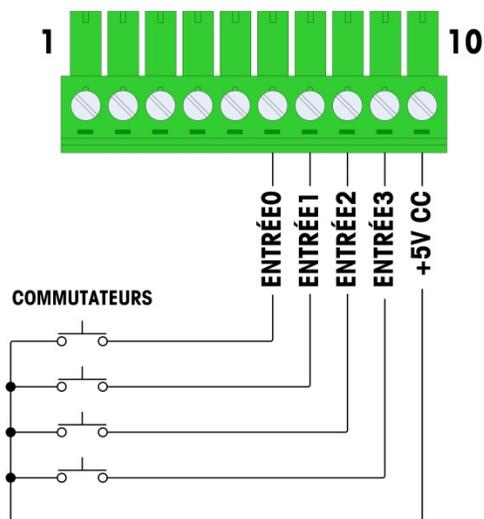

Figure A-85 : Exemple d’une entrée active depuis les commutateurs
Les sélections des entrées comme actives permet la connexion des commutateurs ou autres appareils simples pour déclencher une entrée. Aucune tension n'est fournie par l'appareil simple externe. Un exemple de câblage aux entrées actives est illustré sur la Figure A-85. La broche 10, la connexion +5VCC, peut prendre en charge un courant de 200 mA maximum.
- Le +5 V CC présenté à la Figure A-85 se réfère à une masse interne de la carte des E/S discrètes. La mesure réalisée entre la broche 10 et la masse du châssis de l'IND780 n'affichera pas la valeur de +5 V CC. La sortie +5 V CC est utilisée en interne et n'a aucune fonction hormis pour les entrées numériques comme indiqué à la Figure A-85.